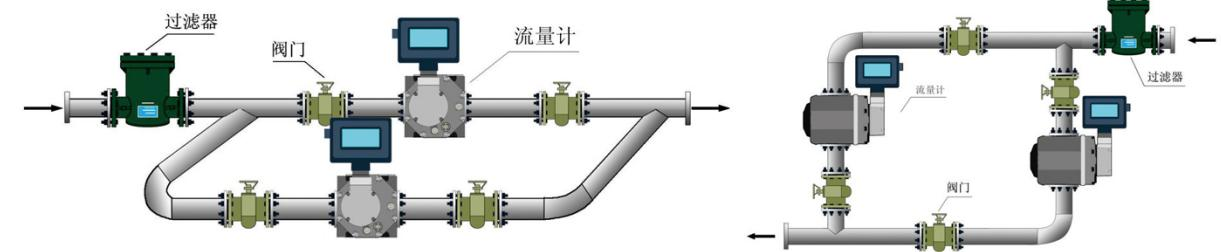
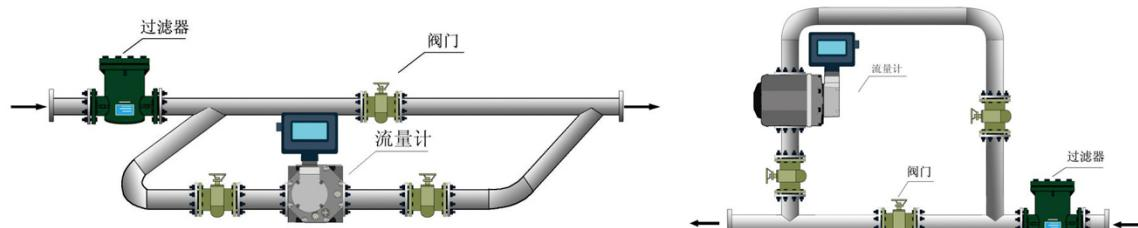

图7 双路流量计水平、垂直安装图
图6 单路流量计水平、垂直安装图
- ◎ 流量计安装时应设置前后阀门和旁通管路，以保证维修保养时不影响供气。图6、图7分别为流量计安装时的典型管路图·供用户参考，同时厂家建议应尽量采用双流量计的安装方式。